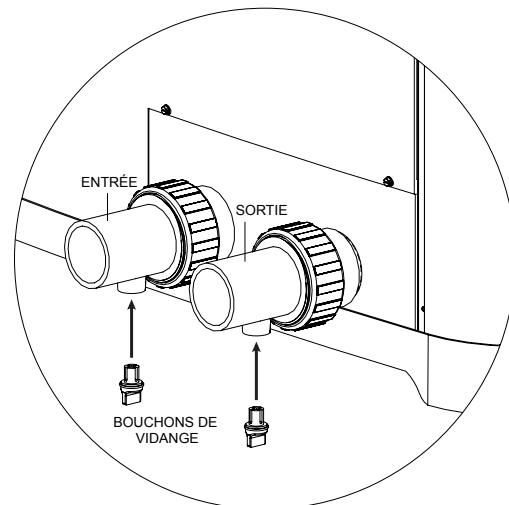

Figure 66. Bouchons des raccords de vidange
2. Alors que la pompe de la piscine est à l'arrêt, fermez les vannes d'arrêt externes et retirez les bouchons des raccords de vidange situés dans les raccords d'entrée et de sortie, afin de vidanger l'appareil. Voir **Figure 66**.